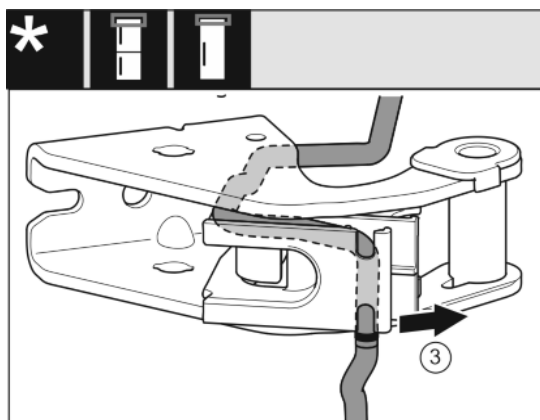

Fig. 22
- ▶ Vegye ki a vezetékét a vezetősínből. *Fig. 22 (3)*